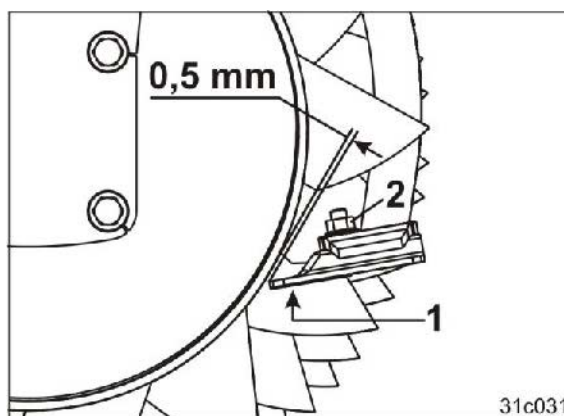

Fig. 124
4. Løsn skruen (Fig. 124/2).
5. Skru afstrygeren (Fig. 124/1) på med en afstand på 0,5 mm til Valserøret.